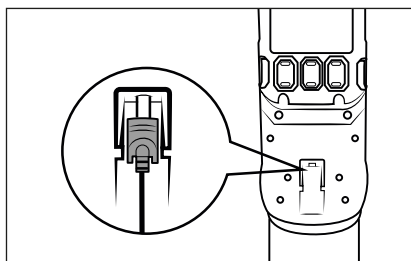

Fig. 8
- ▶ L'aspirateur peut également être rechargé directement via l'adaptateur secteur 9. Pour ce faire, retirez la fiche creuse 10 du support mural 17 en la tournant légèrement et insérez-la dans la prise de recharge 2 de l'appareil (voir fig. 8).